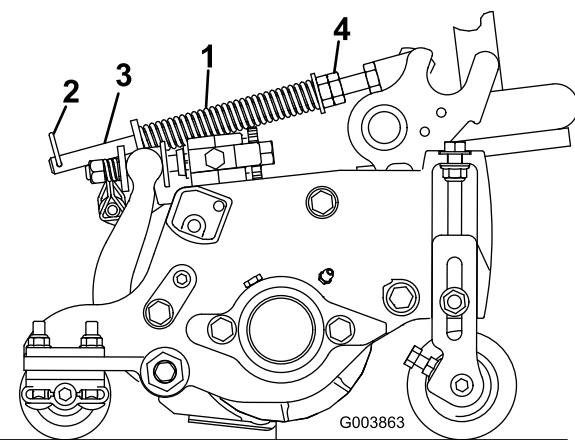

図 15
ターフ補正スプリング（図 15）は、前ローラから後ローラへと、カッティングユニットの体重移動を行います。（これによりユニットを安定させ、いわゆる「波打ったような」仕上がり（ボビングとかマーセリングといわれる現象）を防いでいます。
- ヘアピンコッターがスプリングロッドの後の穴に差し込まれていることを必ず確認してください（図 15）。
| 2. スプリングロッド前部の6角ナットを締めて、スプリング（圧縮状態）の長さが15.9cmになるようにする（図 15）。 | |